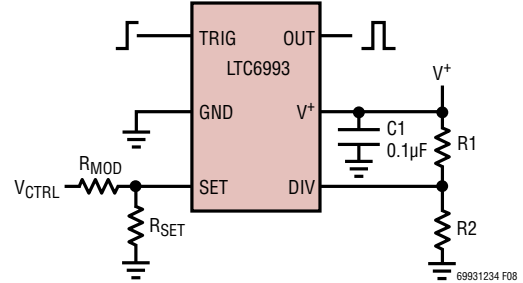
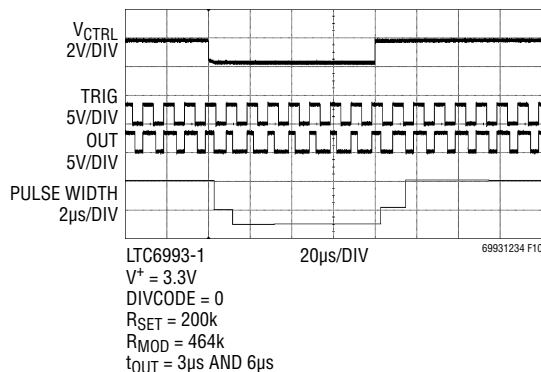

図8. 電圧によるパルス幅の制御
図10. 標準セトリング時間
抵抗を1本追加することにより、LTC6993の出力パルス幅を外部電圧で制御できるようになります。図8に示すように、電圧 V_{CTRL} は R_{MOD} を介して電流をソースまたはシンクすることによって I_{SET} 電流を変化させ、結果として以下の式 (3) で示されるようにパルス幅を変えます。
I_{SET} の2倍または0.5倍のステップ変化に続いて、出力パルス幅が最終値の1%以内にセトリングするまでには約6マスター・クロック・サイクル ($6 \cdot t_{MASTER}$) かかります。図8の回路を使った例を図10に示します。